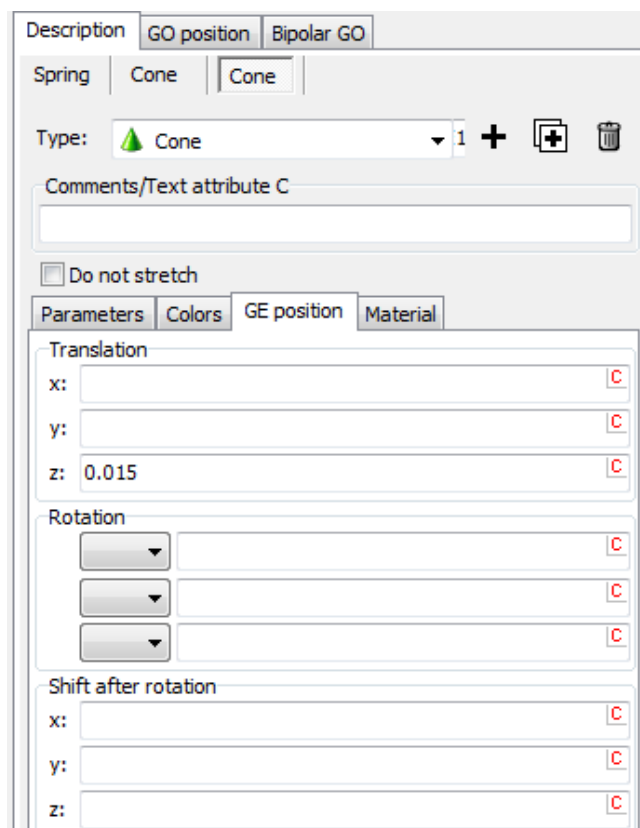

图 2.19
9. 在第二个 **Cone** 的 **GE Position** 页面，设置位置参数，如图 2.19 所示。